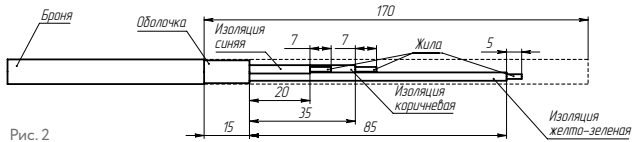

Рис. 2
2. На край оболочки приклеить ленту бутиловую Лента Липлент О 20х2 мм (рис. 2).